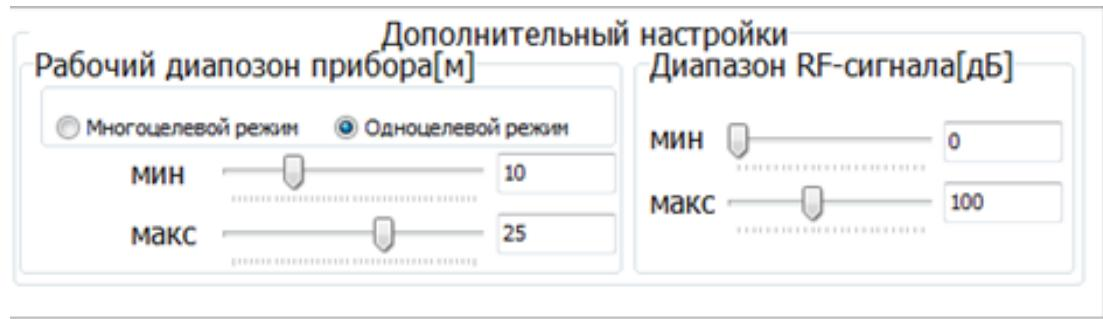

Рис.28. Поле «Дополнительные настройки».
5.7.7. В поле «**Дополнительные настройки**» (рис.28) устанавливается режим работы уровня – «**Многоцелевой режим**» или «**Одноцелевой режим**», установкой ползунков вводятся минимальное и максимальное значения измеряемой дистанции, а также диапазон зондирующего сигнала в дБ. При изменении минимального и максимального значения измеряемой дистанции (рабочего диапазона прибора) изменяется масштаб окна, выделенного зеленым цветом в левой графической области.